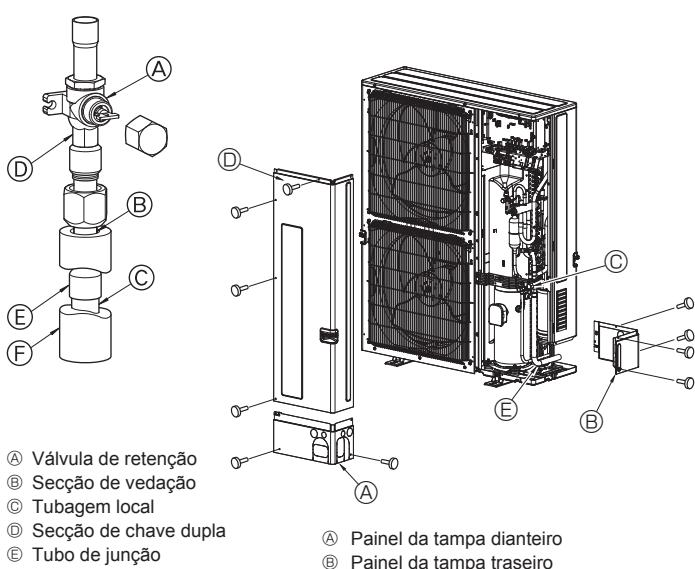

Fig. 4-3
- ③ Utilize o seguinte procedimento para ligar a tubagem do lado do gás. (Fig. 4-3)
- 1 Solde o tubo de junção ④ fornecido à unidade exterior, utilizando materiais de soldadura adquiridos localmente, e a tubagem local ⑤, sem oxigénio.
- 2 Ligue o tubo de junção ④ à válvula de retenção do lado do gás. Use duas chaves para apertar a porca afunilada.